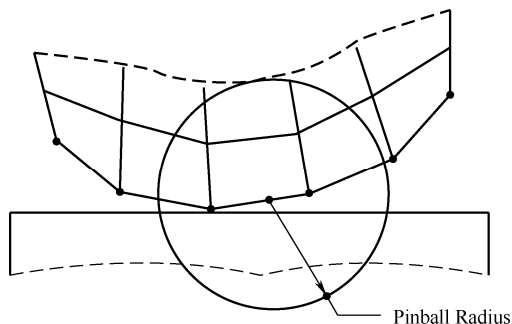

图 8-9 Pinball 区域
(5) **Pinball Region (弹球区域)** 弹球区域可自定义并在图形区显示。弹球区域定义了近距离开放式接触的位置, 而超过弹球区域范围之外的为远距离开放式接触。如果一个在目标面上的节点处于这个球体内, **WB-Mechanical** 就会认为它“接近”接触, 而且会更加密切地监测它与接触探测点的关系 (也就是说什么时候及是否接触已经建立), 在球体以外的目标面上的节点相对于特定的接触探测点不会受到密切监测, 如图 8-9 所示。